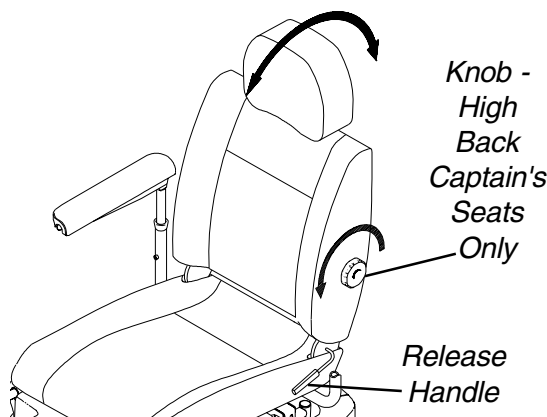

FIGURE 1 - ADJUSTING CAPTAIN'S SEAT
**ADJUSTING CAPTAIN'S SEAT (FIGURE 1)**